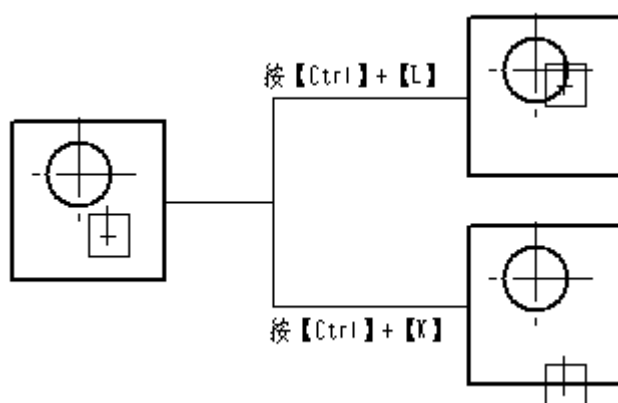

图 4.1-5
④ 移至与线圆相交：按下【Ctrl】+【L】（【Ctrl】+【K】）沿（逆）光标方向移至最近的线或圆上，如图 4.1-5所示。